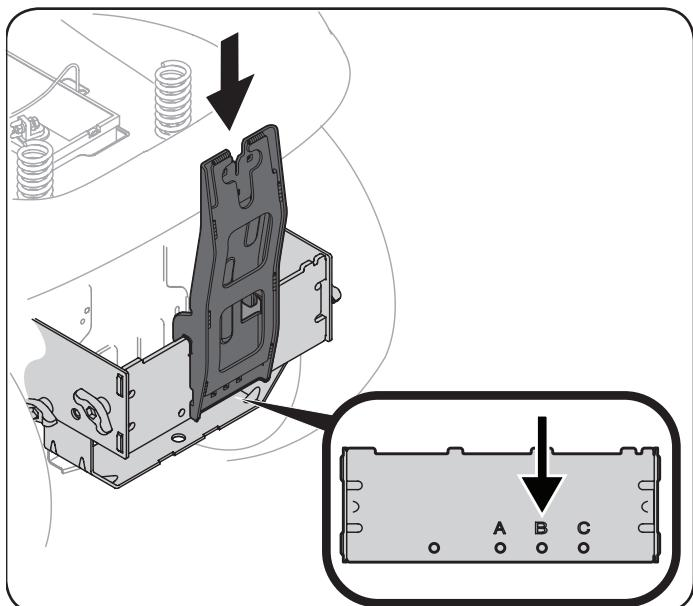

Figura 10
- Instale la ménsula de soporte vertical en el conjunto de montaje sobre el tractor enganchándola encima del soporte de montaje cruzado. Consulte la Figura 10.
- Debe alinear la ménsula de soporte vertical con el orificio etiquetado "B". Consulte el recuadro de la Figura 10.